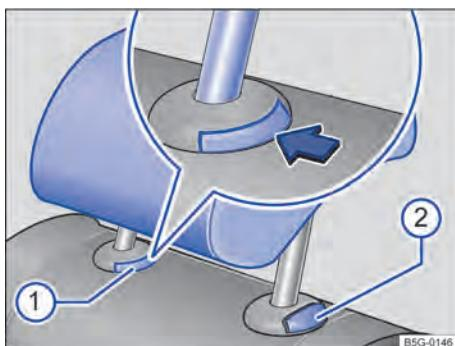

Fig. 46 Remover o apoio para cabeça traseiro.
- Pressionar o botão ⇒ Fig. 46 ① na guia do apoio para cabeça.